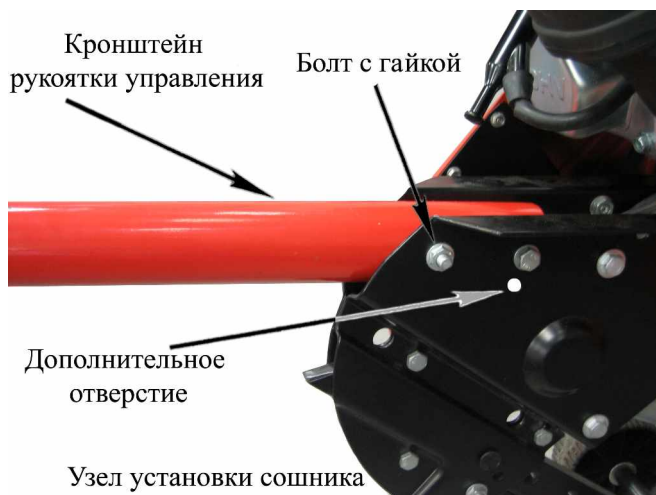

Рис. 2.
1. Совместить отверстия в кронштейне рукоятки управления с отверстиями узла установки сошника. См. Рис. 2.
ПРИМЕЧАНИЕ: Для изменения положения кронштейна рукоятки управления на узле установки сошника предусмотрено дополнительное отверстие. См. Рис. 2.